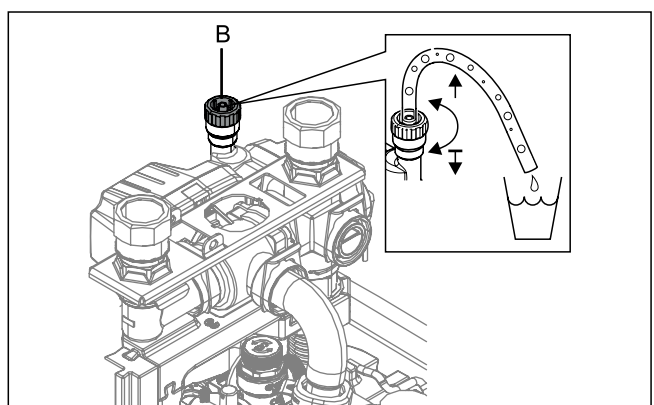

Bild 9-9 Entlüftungsschlauch anschließen
- 2 Manuelles Entlüftungsventil (Bild 9-9, Pos. B) mit Schlauch versehen und diesen vom Gerät wegführen. Ventil so lange öffnen, bis Wasser austritt.